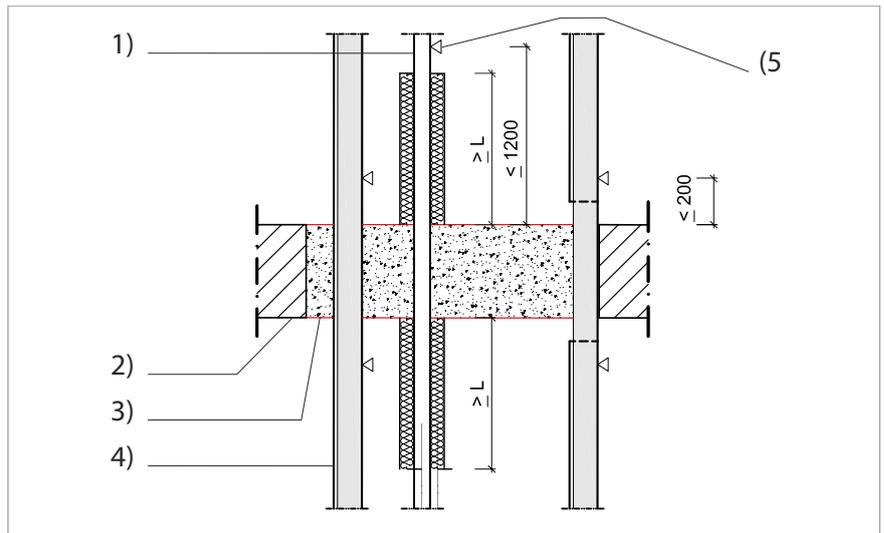

Abb. 5: Unterstützung von Rohren und Kabeln / Kabeltragekonstruktionen in Decken
- Zulässig sind Rohre aus Kupfer, Stahl, Edelstahl und Gusseisen bis zu einem Außendurchmesser von 88,9 mm, die Nennrohrwandstärken gemäß Abb. 5 sind einzuhalten.